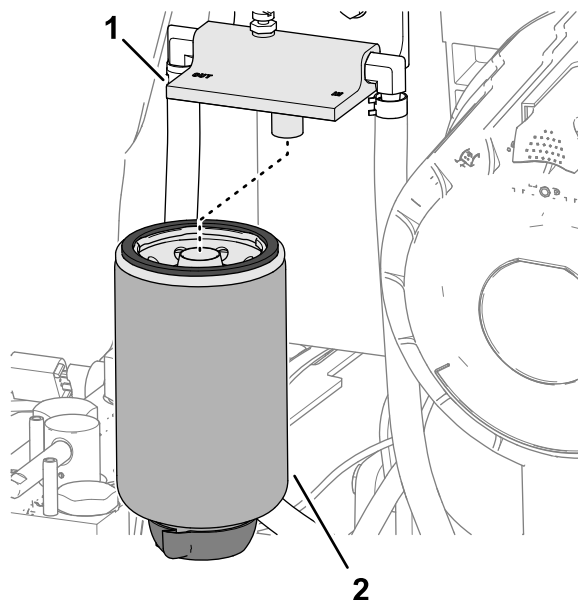

Figure 73
2. Nettoyez le filtre séparateur eau-carburant et la tête du filtre (Figure 73).